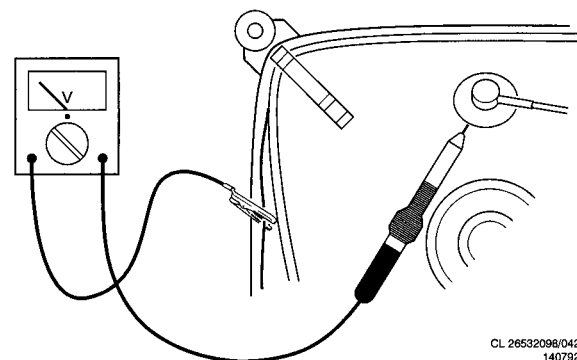

Fig. 3.1
1. Pour éviter l'endommagement des circuits intégrés et des transistors, il convient d'éviter tout amorçage de haute tension. Pour éviter l'endommagement du tube-image, il convient d'appliquer la méthode de déchargement indiquée à la Fig. 3.1. Utilisez à cet effet une sonde à haute tension et un appareil de mesure universel (position CC-V). Procédez à la décharge jusqu'à ce que l'aiguille du cadran se trouve sur 0 V (après environ 30 s).